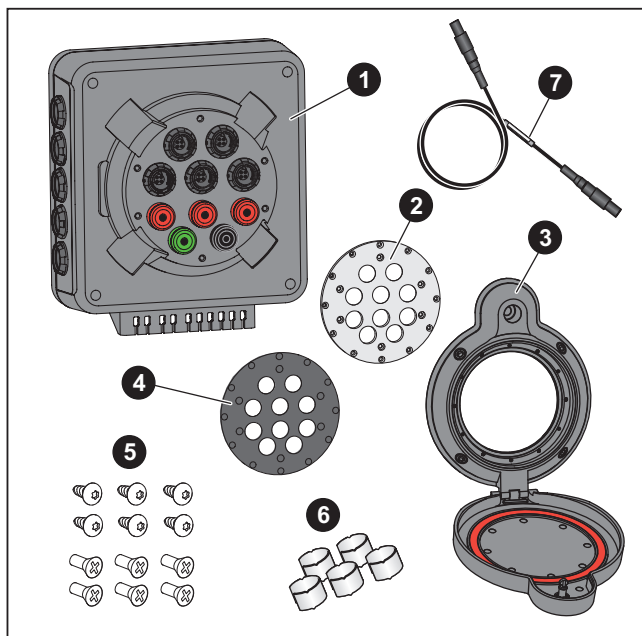

Abbildung 1. PQ Window Teile
Packen Sie das Produkt nach der Lieferung aus. Siehe Abbildung 1. Stellen Sie sicher, dass alle Teile enthalten sind:
4. Bringen Sie bei den Strommessleitungen die Kabelmarkierung 1 aus dem Satz (siehe Abbildung 1, Position ⑥) an beiden Enden des Kabels für Phase A/L1 an. Fahren Sie mit Markierung 2 für Phase B/L2 und Markierung 3 für Phase C/L3 sowie N und Erde/Masse fort.